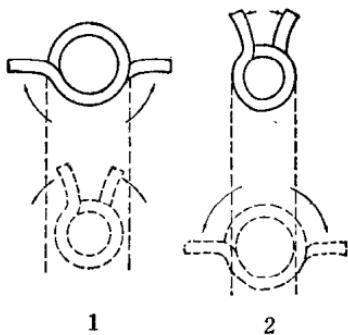

图 6 扭簧受力前后的情形
**三、扭轉彈簧（简称扭簧）** 它的基本形状也与拉伸弹簧相同，但它两端的加工有所不同。拉簧的两端是耳环，而扭簧两端是伸出簧圈之外的股线（也叫支脚）如图 6—1 所示。当扭簧两股线受外力作用而相对扭转时，簧圈向轴心收缩，直径变小；当外力取消时，簧圈立即恢复原状。
在制造扭簧时，为了避免圈与圈之间的摩擦，并增加其灵敏度，往往是圈与圈之间并不紧而保持一定间隙。此外，当扭簧受外力时，簧圈直径应该缩小(图 6—1)而不是增大(图